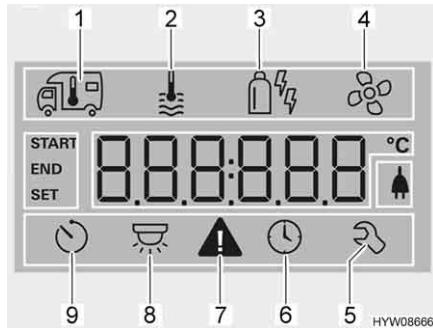

Fig. 128 Display (centralina di controllo)
- Ruotare la manopola/il pulsante (Fig. 127,6), finché il simbolo del menu del riscaldamento (Fig. 128,1) lampeggiava.
- Ruotare la manopola/il pulsante (Fig. 127,6), finché il simbolo del menu relativo all'acqua calda (Fig. 128,2) lampeggiava.
- Ruotare la manopola/il pulsante (Fig. 127,6), finché il simbolo del menu relativo alla modalità di funzionamento (Fig. 128,3) lampeggia.
- Ruotare la manopola/il pulsante (Fig. 127,6), finché il simbolo del menu delle ventole (Fig. 128,4) lampeggia.
- Ruotare la manopola/il pulsante (Fig. 127,6), finché il simbolo del menu del timer (Fig. 128,9) lampeggia.
- Premere la manopola/il pulsante. Il timer è attivato. Il simbolo del timer (Fig. 128,9) lampeggia quando il timer è programmato e attivo.
In caso di avviso, il relativo simbolo lampeggia (Fig. 128,7). Il riscaldamento rimane in funzione. Se si tratta solo di un guasto temporaneo, il simbolo di avvertimento si spegne autonomamente.